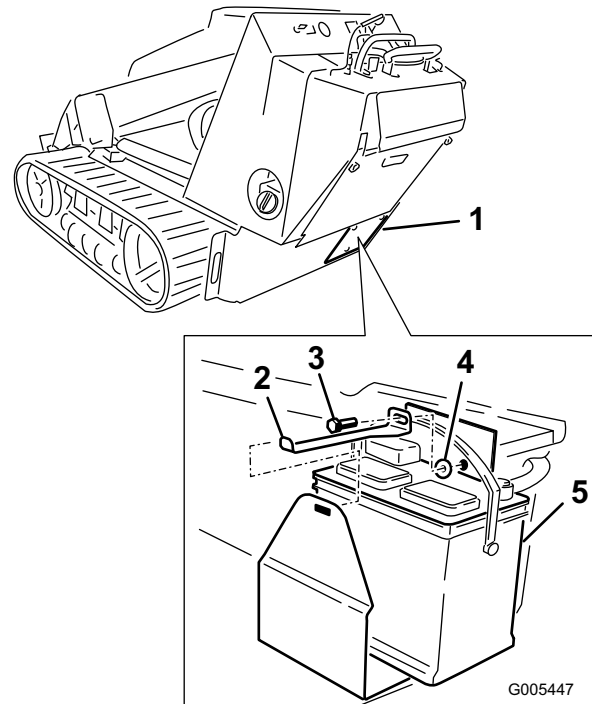

Figure 2
1. Enlevez le couvercle d'accès à la batterie (Figure 2).
2. Retirez la batterie de la machine (Figure 2).